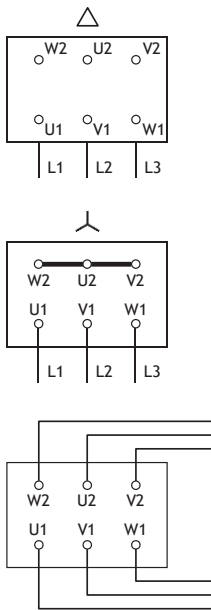

Рис. 11: Підключення до мережі
- Схема електропідключення знаходиться в кришці клемної коробки (див. також рис. 11).
- Електропідключення до клемної колодки залежить від потужності двигуна P_2 , від мережевої напруги та від типу пуску. Необхідне перемикання з'єднувальних перемичок в клемній коробці можна визначити по наступній таблиці та рис. 11.